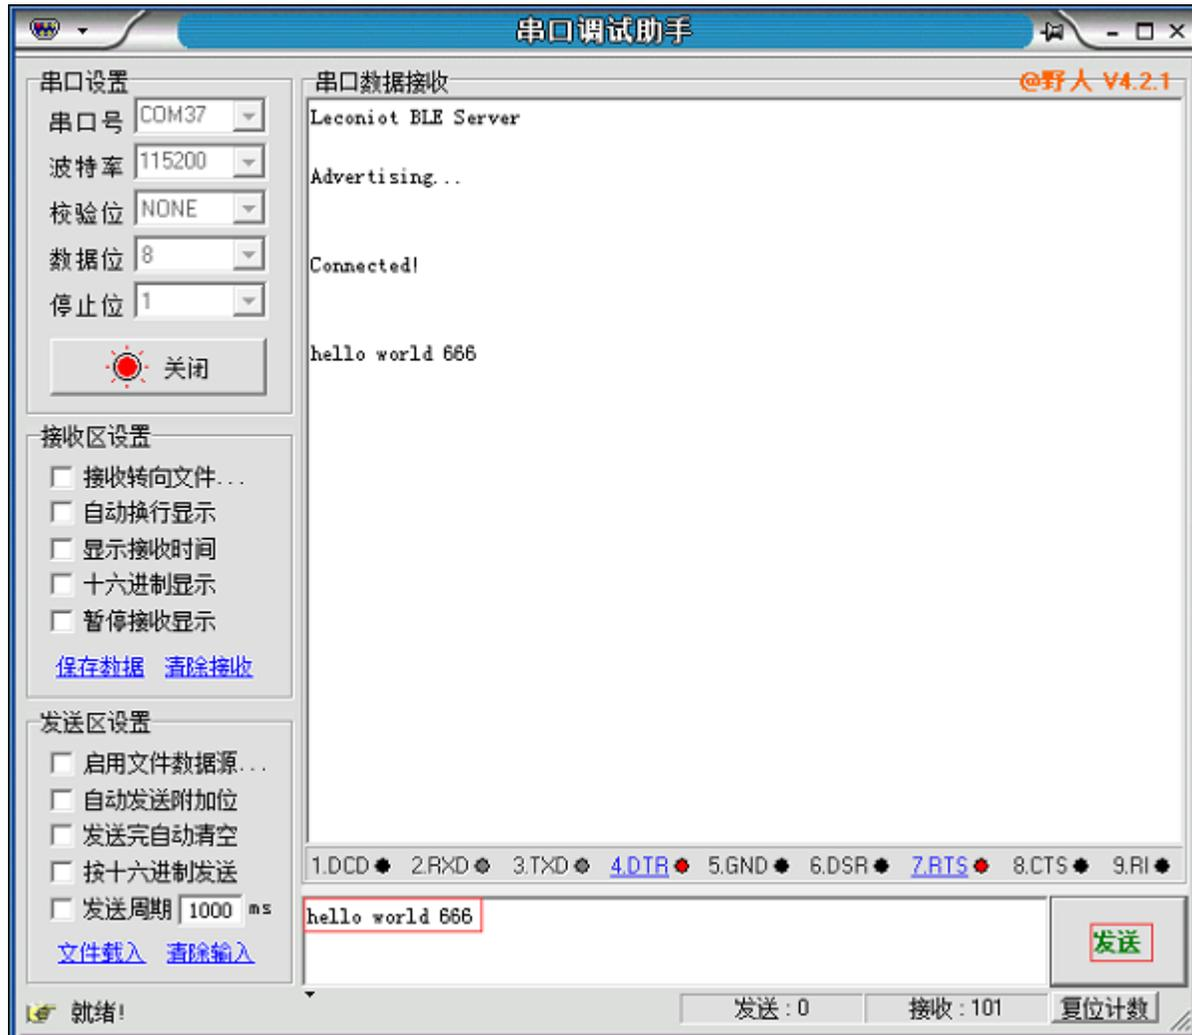

图 13 串口输入数据
- 步骤 7：上一步演示了从手机端发送信息到透传模块端，这一步演示透传模块发送信息到手机端。在串口调试工具的输入窗口输入 **hello world 666**，如图 13 所示。